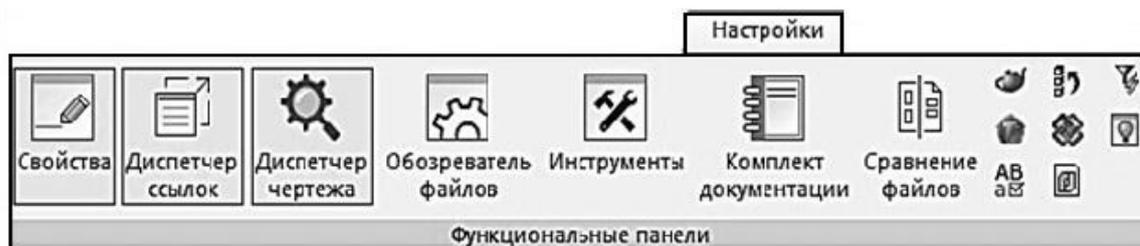

Рис. 2.18. Вызов функциональных панелей из ленточного меню
- Из панели **Функциональные панели** вкладки **Настройки** ленточного меню (рис. 2.18.)